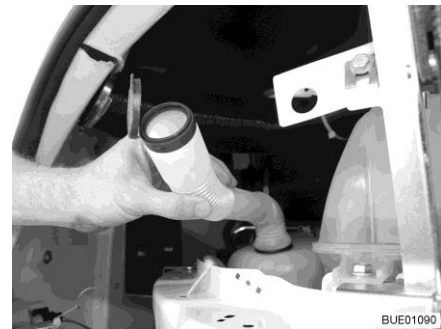

Bild 53 Einfüllstutzen in Füllposition
- Den flexiblen Schlauch so drehen, dass die Einfüllöffnung nach oben zeigt (Bild 53).